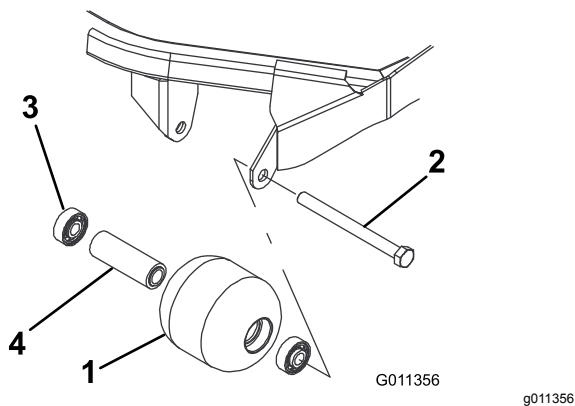

Figure 71
1. Retirez le boulon de fixation du galet (Figure 71).
- Vérifiez l'état du logement de roulements, des roulements et de la douille d'écartement (Figure 71) Remplacez les composants endommagés et procédez au remontage.
- Enfoncez le premier roulement dans le logement à la presse (Figure 71). Exercez la pression uniquement sur la bague extérieure ou uniformément sur les bagues intérieure et extérieure.
- Insérez l'entretoise (Figure 71).
- Enfoncez le second roulement dans le logement (Figure 71) en exerçant une pression uniforme sur les bagues intérieure et extérieure jusqu'à ce que la bague intérieure rencontre l'entretoise.